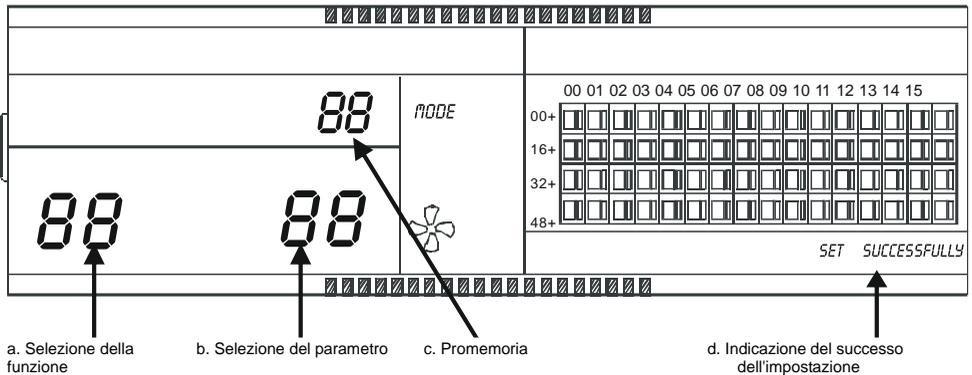

Fig. 2.9: Elementi per l'impostazione e l'indicazione dei promemoria per la pulizia del filtro
- ③ Premere il pulsante OKOK per confermare il parametro selezionato (vedere le tabelle seguenti per le descrizioni e i significati dei codici dei parametri).
- ④ Dopo l'impostazione, le coppie di cifre che rappresentano la funzione selezionata e le coppie di cifre che rappresentano il parametro selezionato si accendono e il display visualizza l'indicazione di avvenuta impostazione "OPR". SUCCESS" (Fig. 2.9 d). Dopo 3 secondi, si esce automaticamente dalla modalità di impostazione della funzione aggiuntiva. Il display riprende l'interfaccia normale.